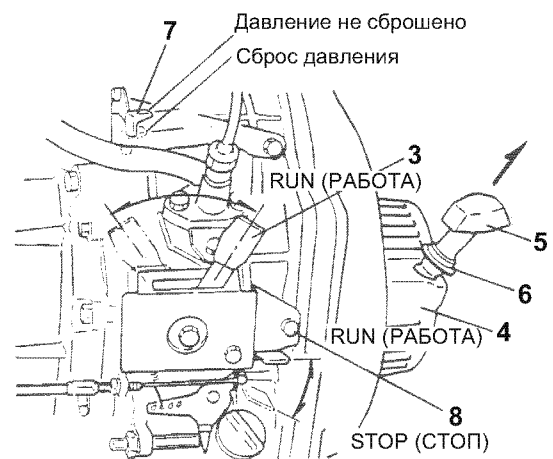

Рис. 65
Поэтому чтобы получить необходимый ток с использованием удлинителя, выбирайте кабель толщиной (площадь поперечного сечения  $S$  проводника) максимально приближенной к предварительно рассчитанному значению для получения необходимой мощности для той нагрузки, которая будет подключаться с помощью этого кабеля (напряжение (В)  $\times$  сила тока (А)) с помощью Рис. 65.
2. Переведите рычаг регулятора (Рис. 65, (3)) в положение RUN (РАБОТА).
3. Медленно потяните ручку (Рис. 65, (5)) ручного стартера (Рис. 65, (4)), пока не почувствуете сопротивление (положение хода сжатия).
4. Верните ручку в первоначальное положение (Рис. 65, (6)).
5. Установите рычаг сброса давления (Рис. 65, (7)) в положение сброса давления.
2. Опустите рычаг останова (Рис. 65, (8)) и установите рычаг регулятора (Рис. 65, (3)) в положение STOP (СТОП).